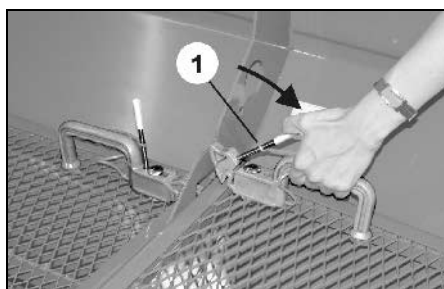

Fig. 14
(Fig. 14/1) Frigöringsläge för att fälla upp skyddsgallret
2. Använd handtaget för att vrida frigöringsverktyget (Fig. 14).